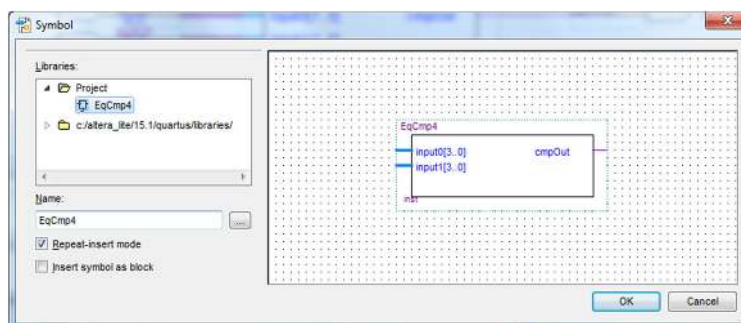
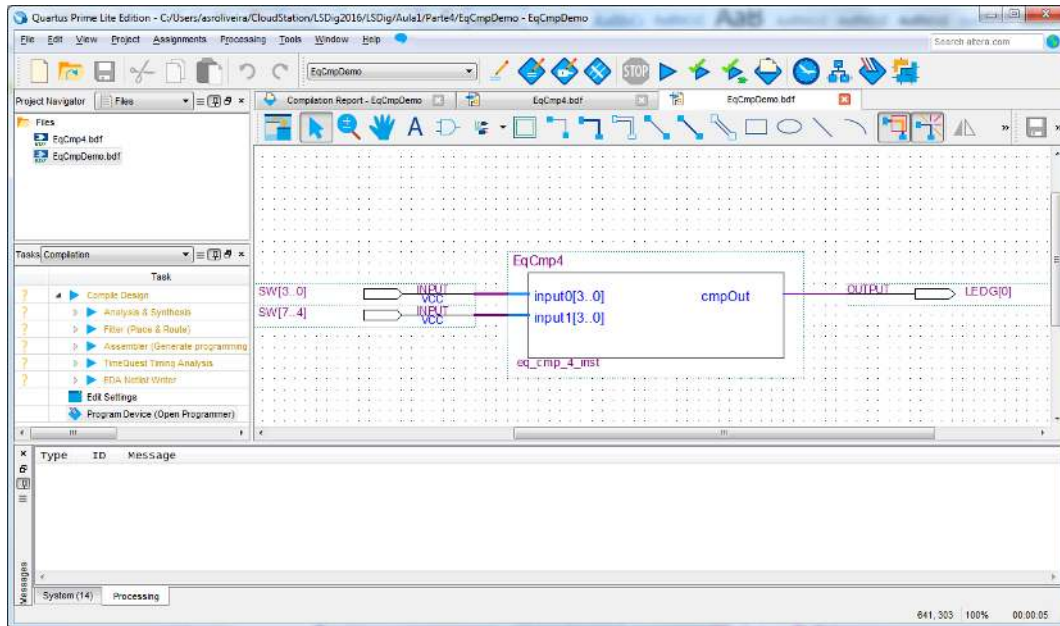

Figura 63 – Instanciação num diagrama esquemático do módulo “EqCmp4”.
Figura 64 – Interligação do módulo “EqCmp4” e dos ports de entrada e de saída e identificação dos diversos elementos do circuito no módulo “EqCmpDemo”.
4. Crie um novo ficheiro para um diagrama esquemático, chamado “EqCmpDemo.bdf”, para instanciar o comparador de igualdade construído no ponto anterior (Figura 63) e efetuar a sua interligação a pinos da FPGA. Ligue a entrada “input0[3..0]” aos interruptores SW[3..0], a entrada “input1[3..0]” aos interruptores SW[7..4] e a saída “cmpOut” a LEDG[0] tal como ilustrado na Figura 64.